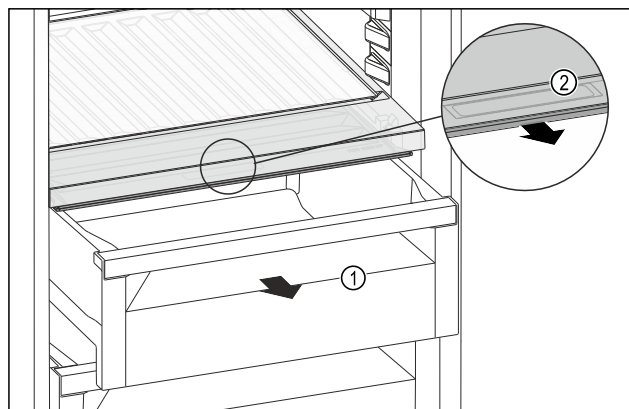

Fig. 118
- ▶ Витягніть висувний ящик Fig. 118 (1).
- ▶ Візьміться за потайну ручку Fig. 118 (2) на кришці відділення й одночасно потягніть кришку відділення вперед.